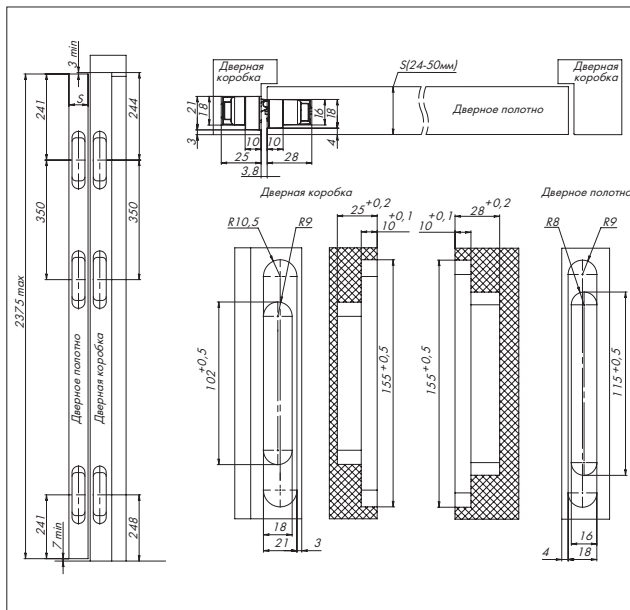
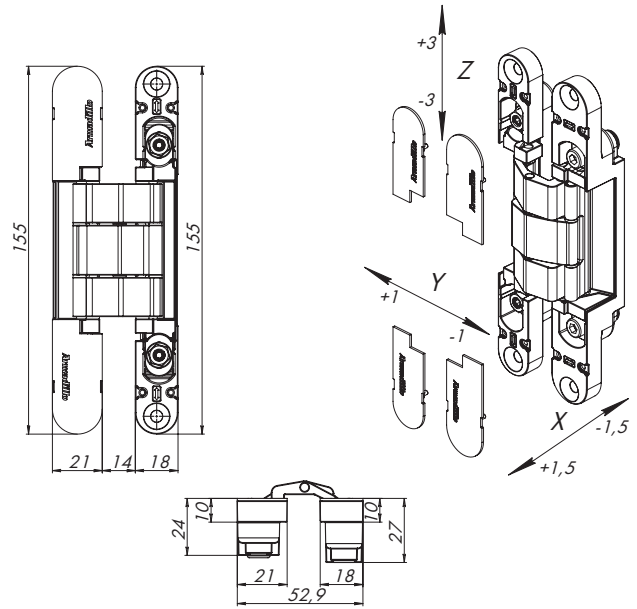

Рис. 2 — Размеры пазов под петли
Рис. 1 — Габаритные размеры петель
- Габаритные размеры в открытом положении петли (рис. 1):
- Вертикальная регулировка (Z): ± 3 мм
- Горизонтальная регулировка (X): $\pm 1,5$ мм
- Регулировка по глубине (Y): ± 1 мм
1. Определить количество устанавливаемых петель исходя из массы дверного полотна и наличия доводчика и/или дверного упора. Отфрезеровать установочные пазы под петли в дверном полотне и в дверной коробке (см. рис. 1, рис. 2).